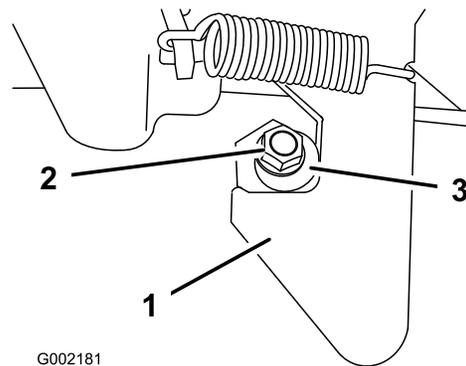

図 60
1. ラッチポストの端についているロックナットをゆるめる(図 60)。
2. ラッチポストを右回りに回転させてラッチのフック部にちょうど嵌るようにする(図 60)。